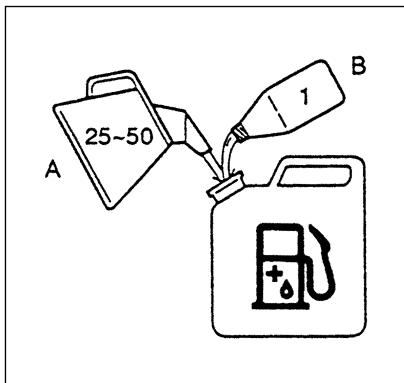

Рис. 2-1
Топливо (Рис. 2-1)
Количество масла для цепи, выпускаемого через систему смазки, настроено на заводе-изготовителе на максимальную величину. Регулируйте количество в соответствии с рабочими условиями. Поворачивать регулировочный винт (1) против часовой стрелки для уменьшения количества и поворачивать его по часовой стрелке для увеличения количества. (Рис. 2-1 C) Не пытайтесь поворачивать винт дальше отметок уровня.